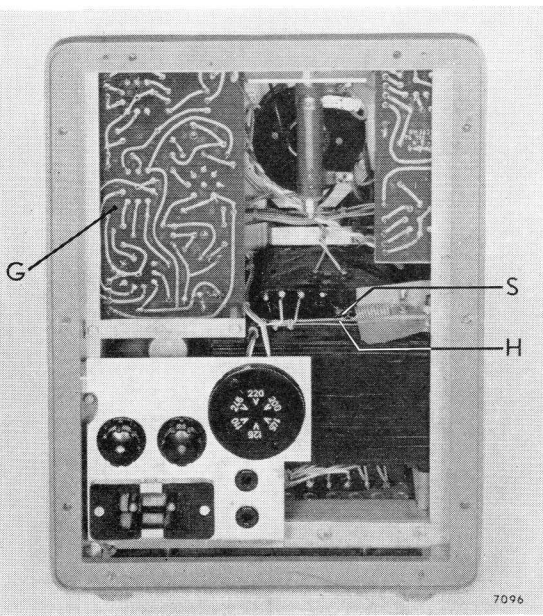

Fig. 21. Temperatuurveiligheid
ligheid moet aan het veertje „S” worden bevestigd en over het haakje „H” worden getrokken (zie fig. 21).
2. Maak alleen de gedrukte-bedradingsplaat G (fig. 21) los door de bevestigingsschroeven aan de achterzijde los te schroeven (aan de kant van de sporen). Verwijder de buis EL86; de bedradingsplaat kan nu